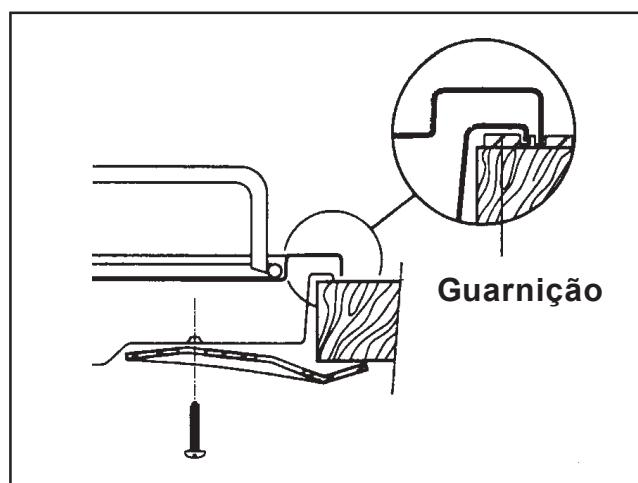

Fig. 11
- 3. Fixar a placa no móvel com os encaixes próprios (Fig. 11)